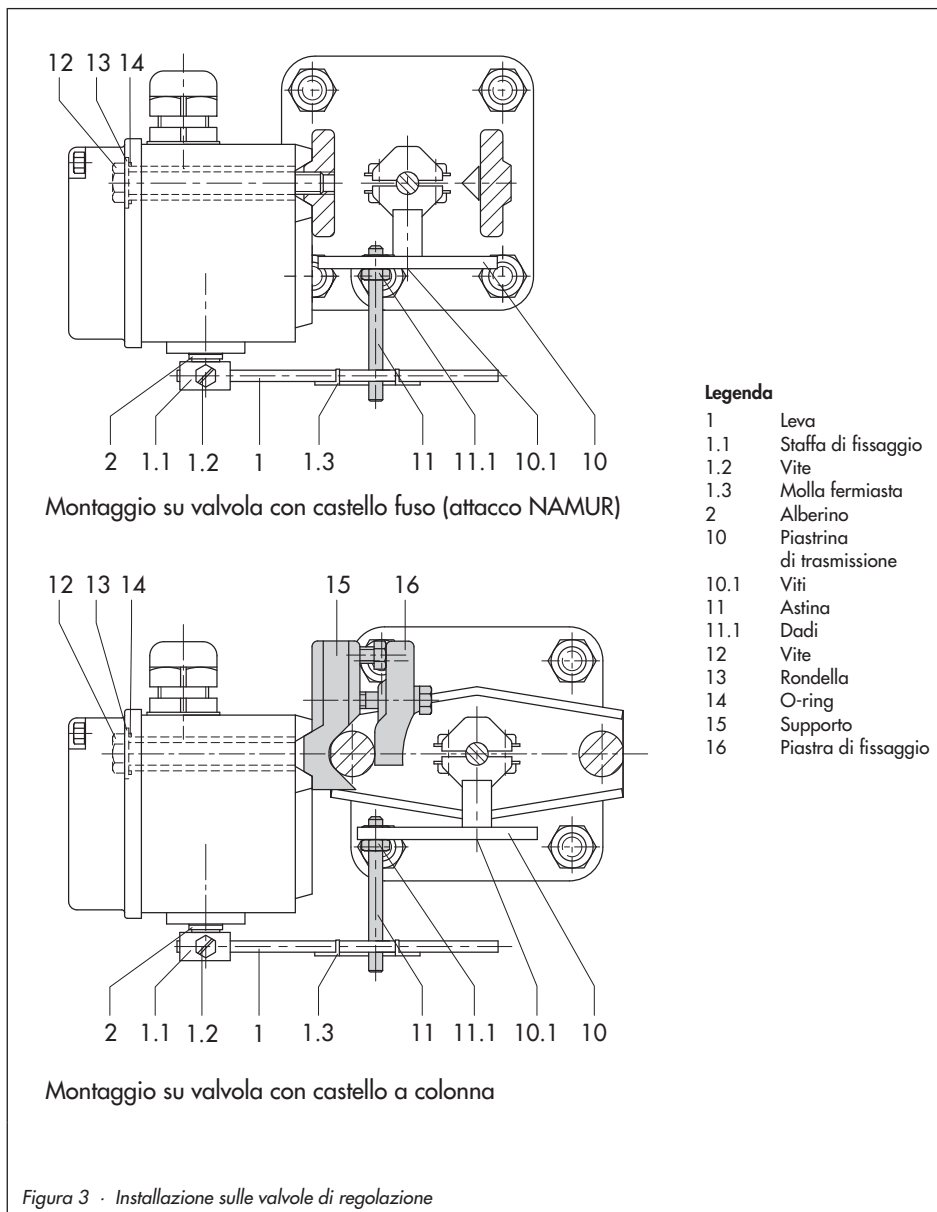

Figura 3 · Installazione sulle valvole di regolazione
La leva (I o II) deve essere montata prima di installare il trasmettitore di posizione (cfr. figura 3). Far scorrere la staffa di fissaggio (1.1) lungo la leva (1), inserire entrambe nell'alberino (2) e stringere la vite (1.2).
1. Avvitare la piastrina (10) con le viti (10.1) sulla fascetta di accoppiamento della valvola (cfr. figura 3).
2. Fissare l'astina (11) con due dadi (11.1) sulla piastrina (10).
3. Inserire il supporto (15) e la piastra di fissaggio (16) sull'asta della valvola e avvitare leggermente.